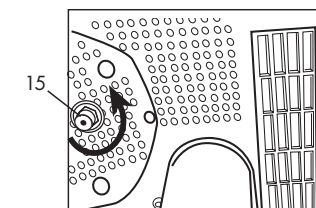

Abb. 17
In regelmäßigen Abständen den Heizkessel entkalken; dazu den Ablasstopfen (15) unterhalb des Geräts abschrauben. Abb. 17.